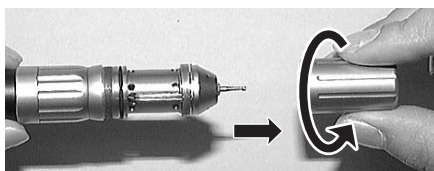

Fig. 15
- 1) Desserrez le support de la cartouche en le faisant tourner dans la direction indiquée à la Fig. 15.